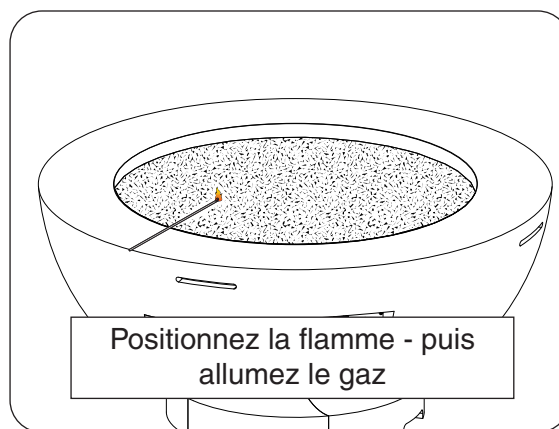

Fig. 42-1
3. Allumez une allumette à longue tige ou un briquet au butane à long col et placez la flamme contre la surface du support décoratif près du brûleur (Fig. 42-1).